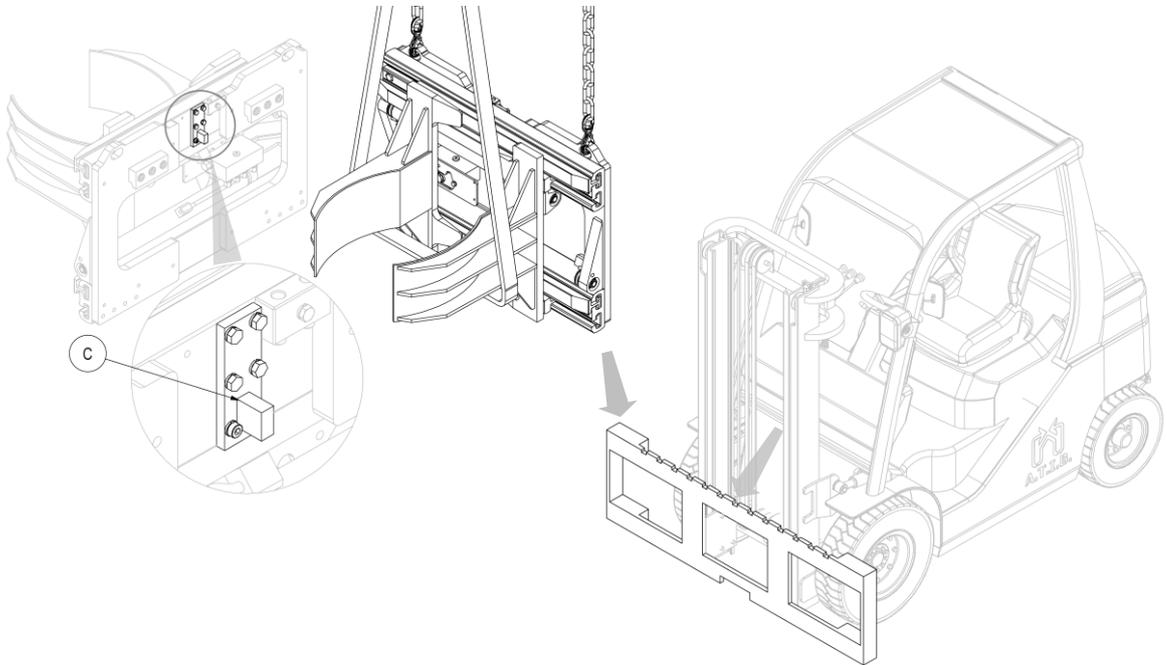

Abbildung 3
6. Hängen Sie jetzt das Gerät an einen Brückenkran oder einen Flaschenzug mit ausreichender Tragleistung und setzen Sie es auf die Trägerplatte des Gabelstaplers. Achten Sie darauf, dass der Zentrierstift **C** in die Mittelkerbe der Trägerplatte einrastet (siehe *Abbildung 3*).